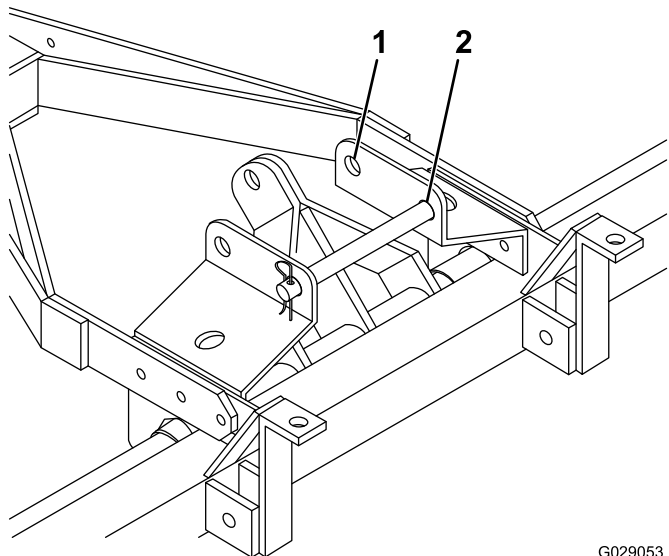

Рисунок 10
1. Переставьте стопорный штифт в заднее положение (положение аэрации) (Рисунок 10).
6. При транспортировке модели 44856 установите стопорный штифт в переднее отверстие (Рисунок 10).